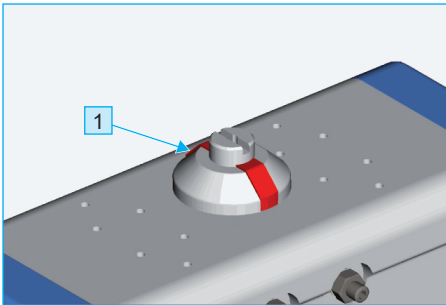
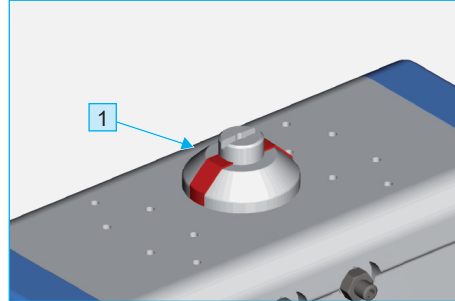

Abb. 3-10 Bedien- und Anzeigeelemente des Schwenkantriebs actubar
Abb. 3-11 Bedien- und Anzeigeelemente des Schwenkantriebs actubar
Der pneumatische Schwenkantrieb wird in doppelt- und einfachwirkender Funktion (mit Sicherheitsfedern, die den Schwenkantrieb in die Grundstellung zurückfahren) je nach Wunsch ausgeliefert. Die jeweilige Armaturenstellung wird über den serienmäßigen optischen Stellungsanzeiger indiziert (siehe Abb. 3-10 und Abb. 3-11). Optional kann als Zubehör ein Endlagenrückmeldegerät bezogen werden
- Abb. 3-10 zeigt die Geschlossenstellung
- Abb. 3-11 zeigt die Offenstellung
- Abb. 3-10 zeigt die Offenstellung
- Abb. 3-11 zeigt die Geschlossenstellung